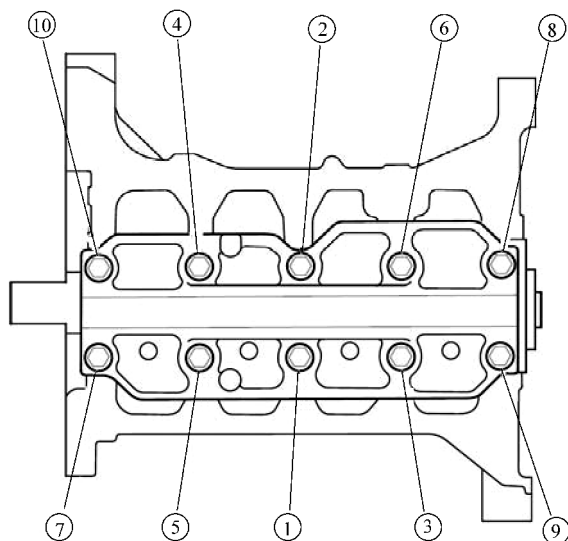

图 8-26 拧紧轴承盖螺栓
- 17) 按图 8-26 所示的顺序将轴承盖螺栓紧固至  $25\text{N} \cdot \text{m}$ 。